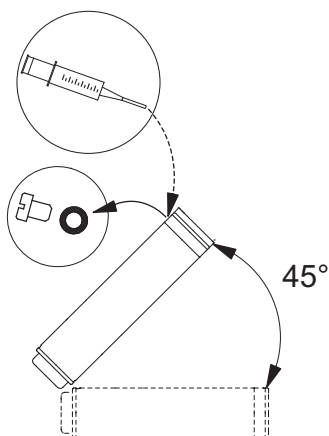

Рис. 6 Положение электродвигателя при заполнении – MS 6000
- В случае если электродвигатель поставляется со склада, необходимо проверить уровень жидкости электродвигателя перед его монтажом на насосной части. См. рис. 6.
- При проведении сервисных работ уровень необходимо проверять. См. рис. 6.
1. Расположите погружной электродвигатель, как показано на рис. 6. Заливочное отверстие должно быть в верхней точке двигателя.
3. С помощью специального шприца заливайте в электродвигатель жидкость, пока она не начнёт вытекать через заливочное отверстие. См. рис. 6.